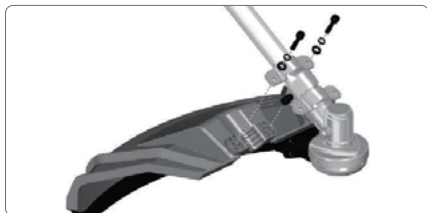

Рис. 13
- Установите защитный кожух на устройство (Рис. 13).